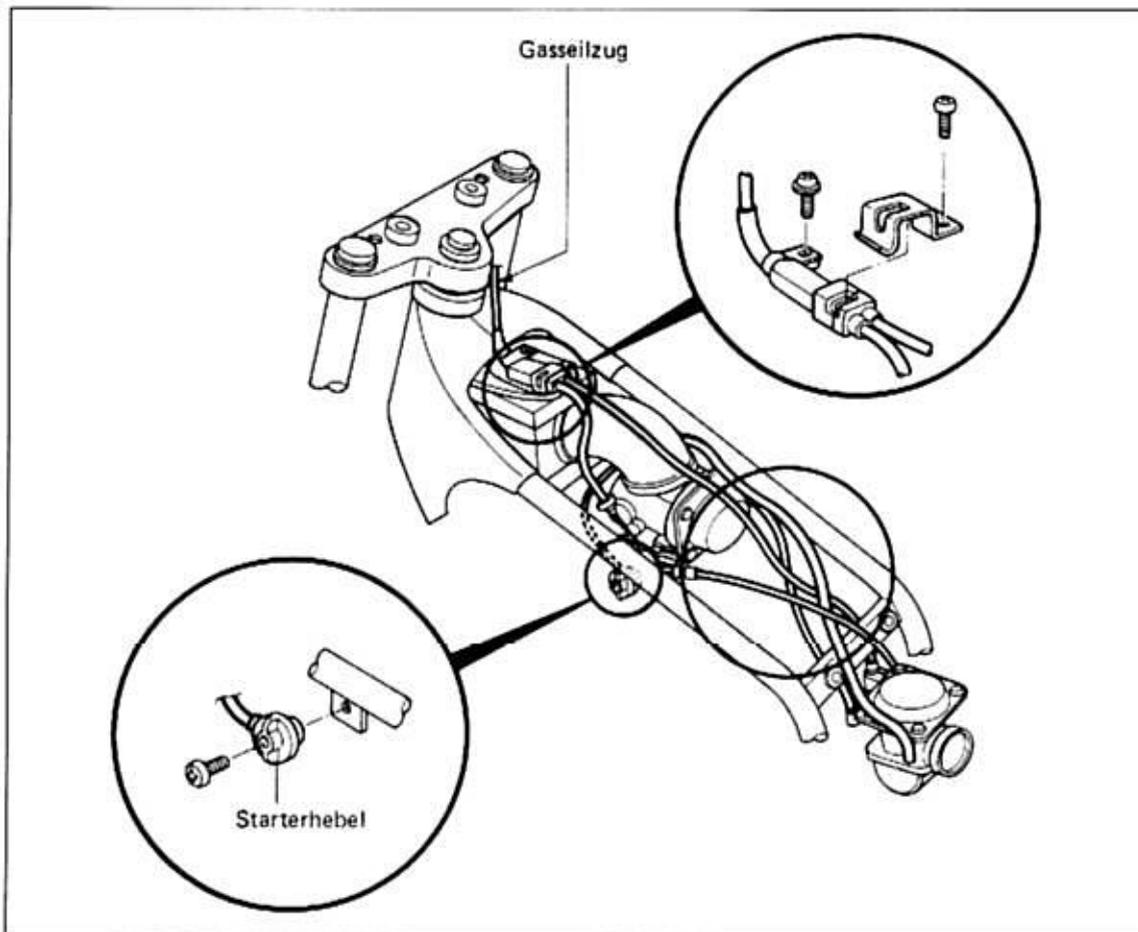

Bild 39
- Seilzug-Einsteller b und c Bild 14 lockern und Verteilerstück von Luftfiltergehäuse (Bild 39) abnehmen.
- Choke-Seilzugknebel (Starterhebel Bild 39) links vom Rahmen abnehmen und Seilzüge aushängen.